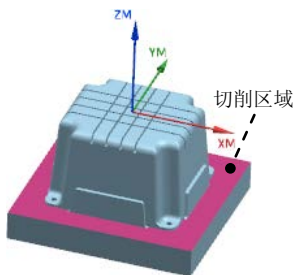

图 20.16 指定切削区域
Step2. 在图形区选取图 20.16 所示的切削区域, 单击“切削区域”对话框中的  按钮, 系统返回到“面铣削区域”对话框。